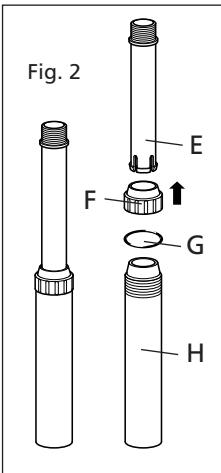

Fig. 2
1. Вставьте внутреннюю трубку (E) в гайку выдвижной трубы (F) и кольцо уплотнения (G). Втолкните внутреннюю трубку во внешнюю трубку (H) и осторожно завинтите гайку. Конечное положение тройника не является важным. Трубка может раздвигаться на 150мм (см. Рис. 2).